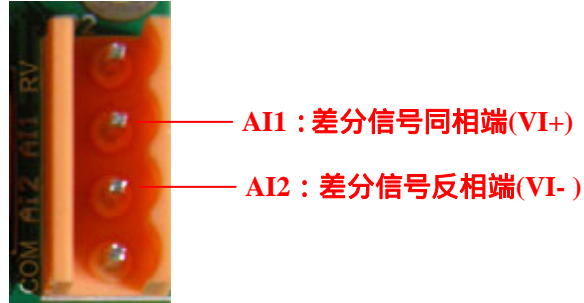

图 2.15 差分信号接线方法
-5V~+5V差分信号调速的接法如图 2.15所示。AI1 和AI2 分别为-5V~5V差分模拟信号同相端和反相端，用于电机调速；当 $V(AI1-AI2)>0$ 时电机正转； $V(AI1-AI2)<0$ 时电机反转； $V(AI1=AI2)$ 时，电机停转。